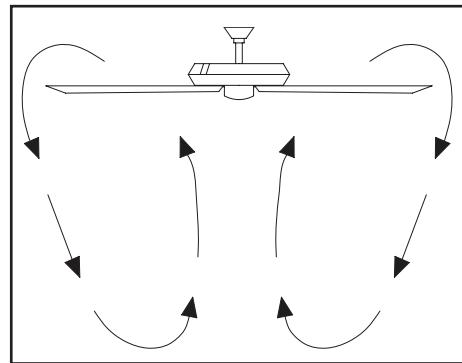

Figura 10
**Clima frío** - (Reversa) Un flujo de aire hacia arriba mueve el aire cálido lejos del techo (Figura 10). Esto te permite fijar tu unidad de calefacción en una configuración más baja sin afectar tu comodidad.